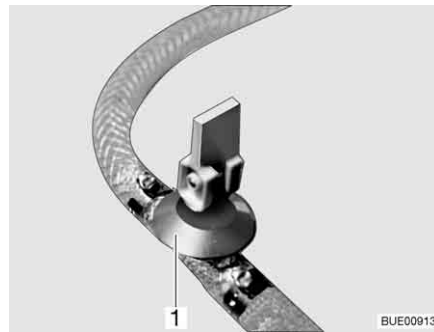
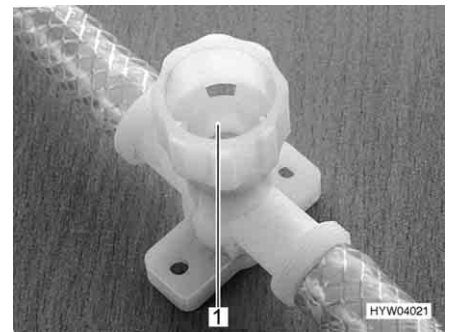

Fig. 136 Rubinetto di scarico (con leva a bilancere)
Fig. 137 Rubinetto di scarico (con tappo a vite)
- Aprire tutti i rubinetti di scarico. Mettere la leva a bilanciere del rubinetto di scarico (Fig. 136,1) in posizione verticale o chiudere il coperchio del rubinetto di scarico (Fig. 137,1) in senso antiorario.